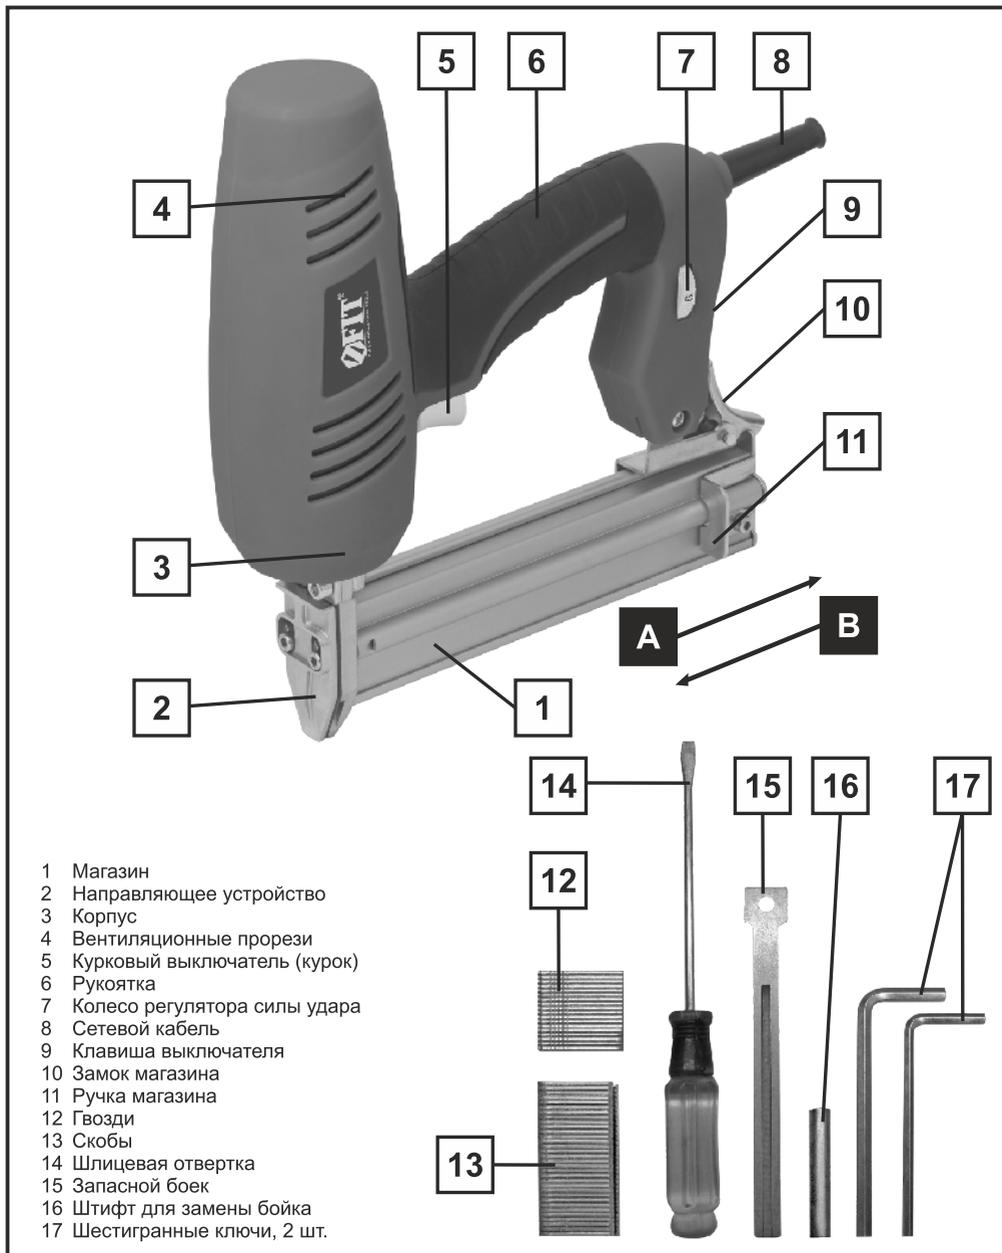

рис. 1
Электромагнит имеет мощность 1800 Вт. К его подвижному в осевом направлении сердечнику крепится ударный боек. Ударная часть бойка движется поступательно в направляющем устройстве **2** (рис. 1), находящимся в передней части магазина.
При нажатии на электрический выключатель куркового типа (курок) **5** (рис. 1), на обмотку катушки электромагнита подается сетевое напряжение. Образуется магнитное поле, с усилием втягивает в катушку магнитный сердечник. Боек закрепленный соосно в торце сердечника перемещается по направляющим в направляющем устройстве **2** и ударяет по тыльной части скобы или гвоздя с определенной силой, которая позволит забить его в обрабатываемый материал. Сила удара регулируется колесом **7** электронного регулятора.
- 7 Переносить включенное выключателем **9** (рис. 1) изделие.